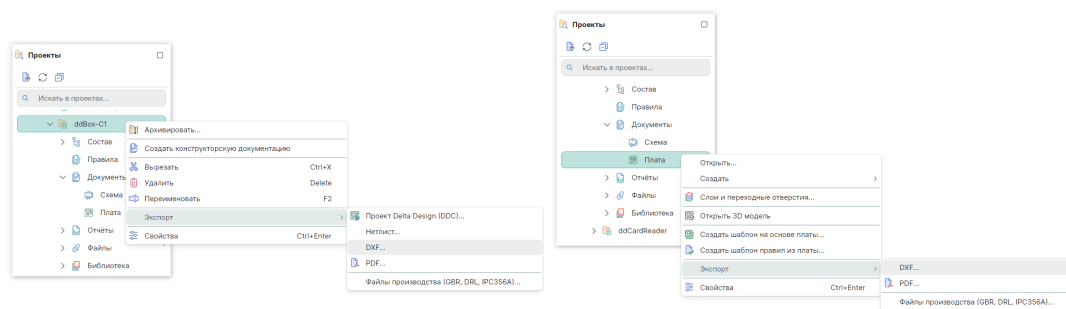

Рис. 88 Вызов экспорта из контекстного меню
1. Вызовите контекстное меню с узла проекта, выберите «Экспорт» → «DXF» или с узла платы проекта, выберите «Экспорт DXF...», см. Рис. 88.